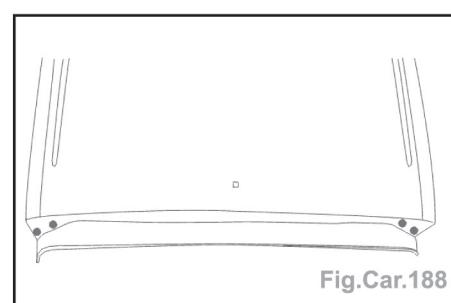

Fig.Car.188
- Repérer les points de soudure fléchés : percer au $\varnothing 8$ mm pour soudage ultérieur par points bouchons (Fig.Car.188).